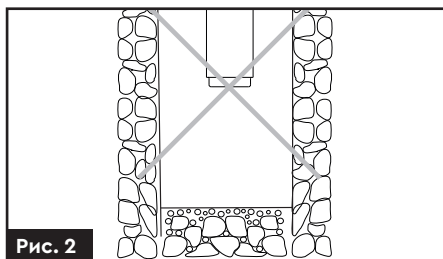

Рис. 2
- › Заборонено експлуатацію насоса без фільтра грубого очищення на нижній частині обсадної труби свердловини (рис. 2), щоб уникнути потрапляння піску і каменів в насосну частину насоса!